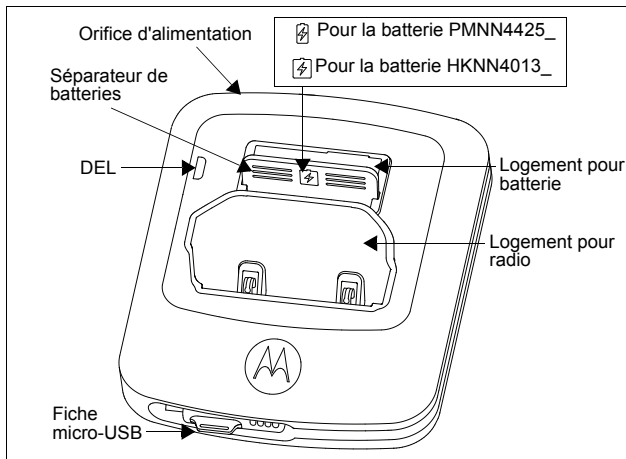

Figure 1 : Chargeur pour triple unité
- a. Retirez et faites pivoter le séparateur de batteries selon le type de batterie à charger, puis réinsérez-le dans le logement en le faisant glisser. (Voir la Figure 1).